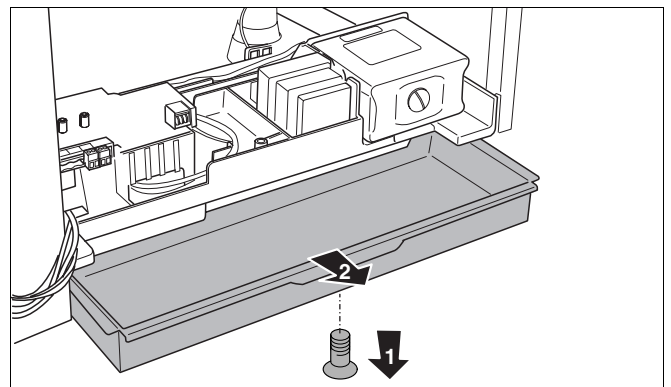

Fig. 44 Åbning af skuffen
- Løsn skruen (fig. 44, trin 1).
- Åbn skuffen (fig. 44, trin 2).